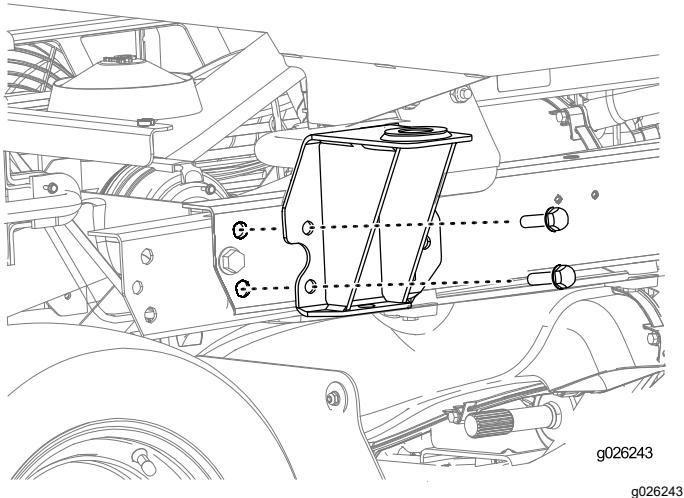

Figure 25
1. Fixez les pattes de montage arrière sur la machine (Figure 25) au moyen des fixations retirées du système ROPS à l'opération Dépose de la structure ROPS \(page 6\).